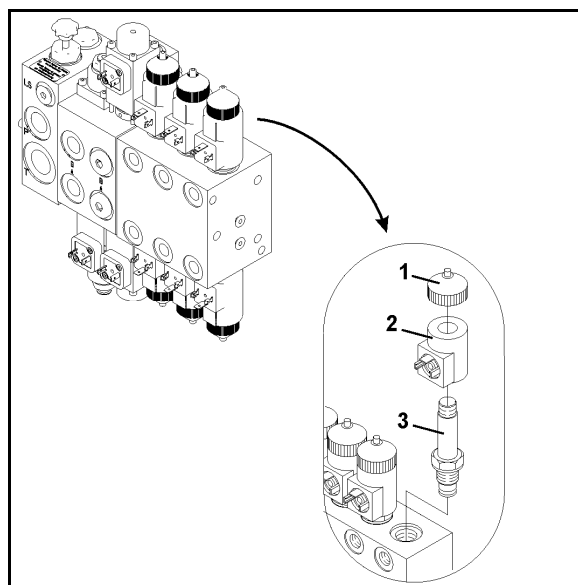

Рис. 99
1. Отверните колпачок электромагнитного клапана (Рис. 99/1)
2. Снимите катушку электромагнитного клапана (Рис. 99/2)
3. Выверните толкатель (Рис. 99/3) с седлами клапана и очистите сжатым воздухом или гидравлическим маслом.